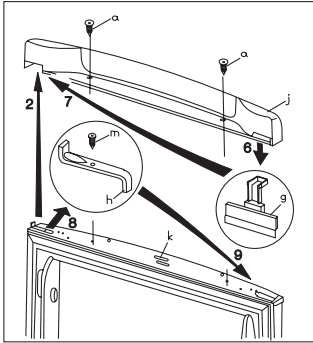

Fig. 2.
- Open de deur van de koelkast, demonteer het bovendecksel (j) door de 2 schroeven (a) los te draaien, doe de deur weer dicht (Fig. 2).
- Verplaats het paneel (g) van de ene kant van het bovendecksel (2) naar de andere kant (Fig. 2).
- Draai de schroef (m) los, verwijder de deurstop (h) en bevestig deze omgedraaid aan de andere kant (Fig. 2).
- Doe de deur van de koelkast open, bevestig het bovendeksel (j) met 2 schroeven (a); let er tegelijkertijd op dat de magneet (k) op de goede plaats zit, doe vervolgens de deur dicht (Fig. 2).